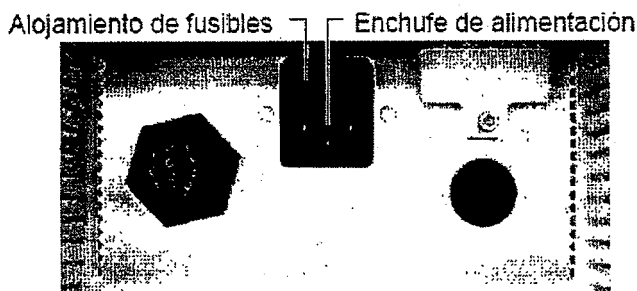

Figura 7-1. Enchufe de alimentación y alojamiento de fusibles en la parte trasera del sistema
1. Desconecte el cable de alimentación del enchufe de alimentación, como se muestra en la Figura 7-1.
2. Saque y extraiga el alojamiento de fusibles, como se muestra en la Figura 7-1.